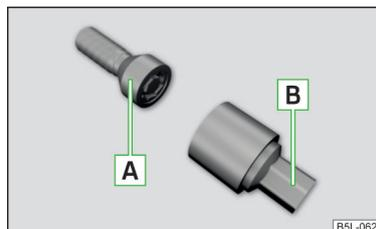

Fig. 244
Les boulons de roues antivol protègent vos roues contre le vol. Ils ne peuvent être serrés ou desserrés qu'uniquement à l'aide de l'adaptateur [B] » fig. 244.
- Enfoncez l'adaptateur [B] » fig. 244 du côté denté jusqu'à la butée dans l'engrenage intérieur de la tête du boulon de roue antivol [A].